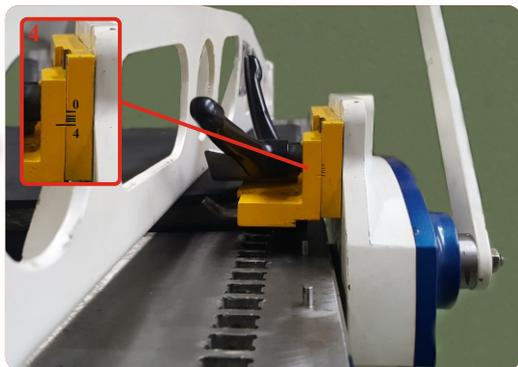

Рис.1 «Устройство снятия обкладок»
3.1) Зажимным рычагом [1] (Рис.1) осуществляется прижим устройства снятия обкладки к конвейерной ленте. Рычагом [2] (Рис.1) выставляется глубина снятия резиновой обкладки по линейке [4] (Рис. 1);
3.2) Далее происходит снятие обкладки за счет вращения рукоятки [3] (Рис.1). Снятие резиновой обкладки ленточного полотна, по возможности необходимо с обеих сторон;